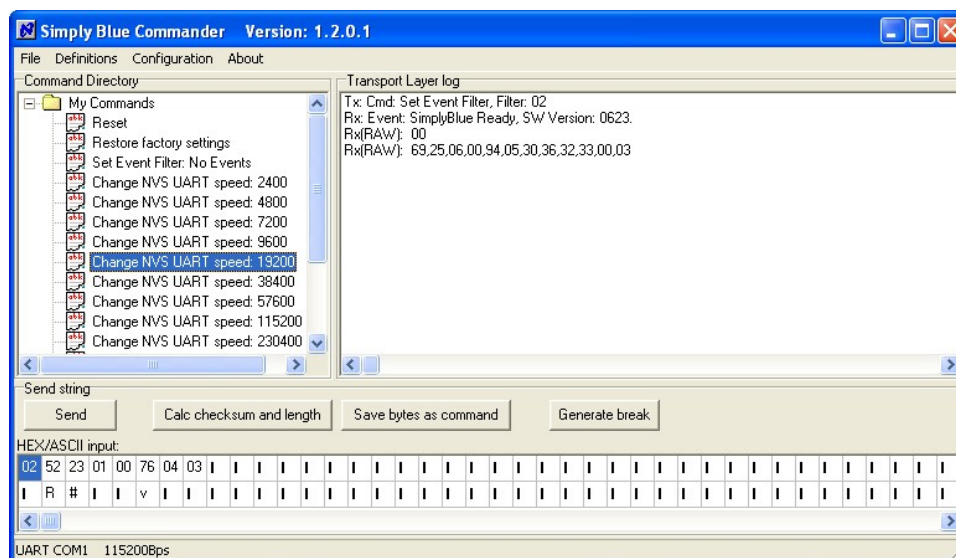

Рисунок 13.
- 2.6. Изменение настроек UART хранящихся в NVS (non-volatile storage), энергонезависимой памяти адаптера SBT_COM, производится следующим образом. Допустим, требуется установить скорость 19200 bps, для этого выбираем из каталога команду “Change NVS UART speed: 19200” (Рисунок 13) и нажимаем “Send”. Далее, допустим, требуется установить контроль нечетности и один стоповый бит, тогда выбираем из каталога и передаем, нажатием кнопки “Send”, команду - “Change NVS